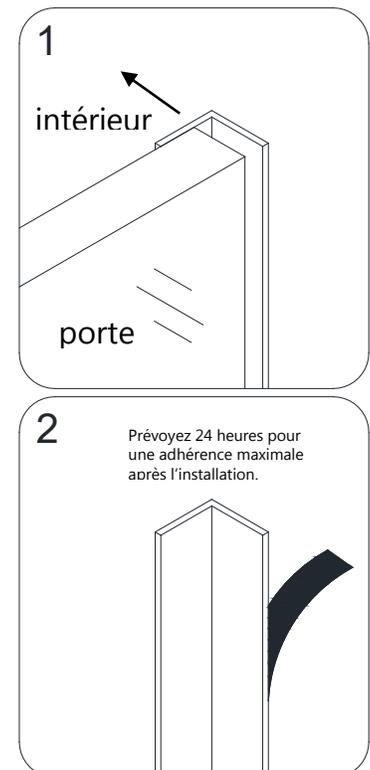
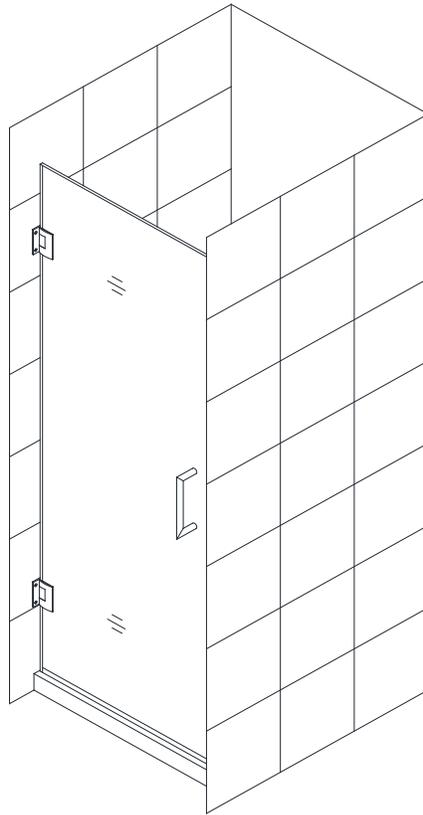

Fig. 9
Fig. 10
**Avant la première utilisation de la douche, prévoyez 24 heures afin de laisser l'adhésif saisir. (Fig. 9 et Fig. 10)**